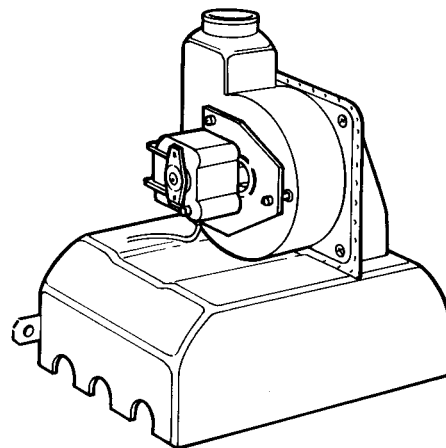

Fig. 41
- 8.11 To remove flue fan (fig 41)**